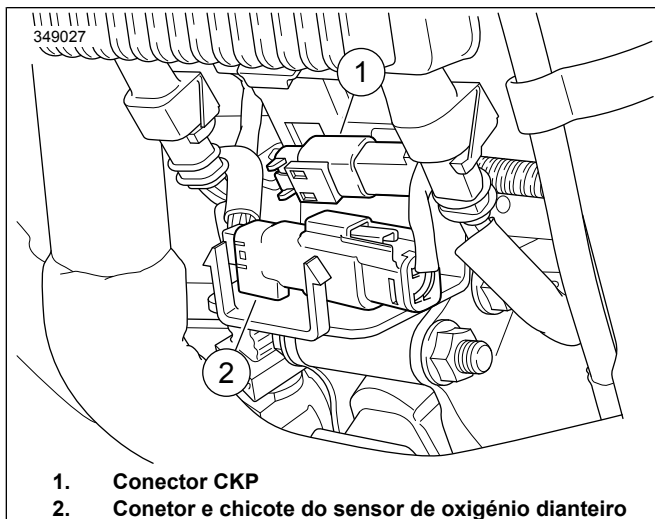

Figura 39. Localização do sensor de oxigénio dianteiro
Ver Figura 39 . Abrir a cobertura da caixa de componentes elétricos dianteira e desligar o conector do sensor de oxigénio dianteiro (2). Retire o alojamento do conector do suporte.